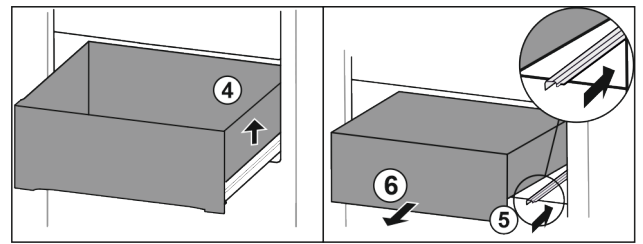

Fig. 83
- ▶ Ridicați sertarul din dreapta. Fig. 83 (4)
- ▶ Inserați șina din dreapta. Fig. 83 (5)
- ▶ Extrageți sertarul spre înainte. Fig. 83 (6)